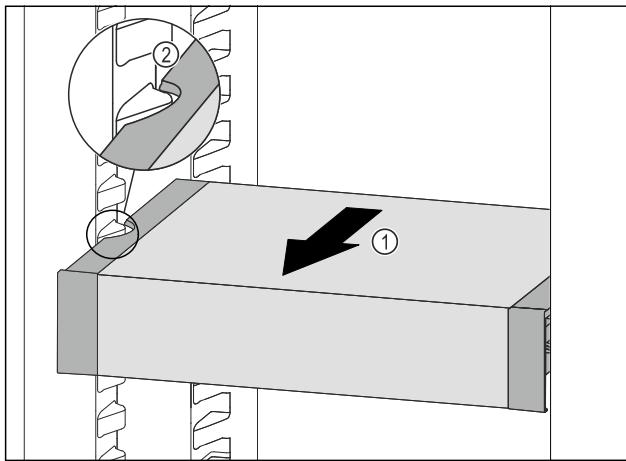

Fig. 136
- ▶ Trageți în față VarioSafe Fig. 136 (1), până când degajările laterale ale VarioSafe se află la înălțimea nervurii recipientului din frigider. Fig. 136 (2)